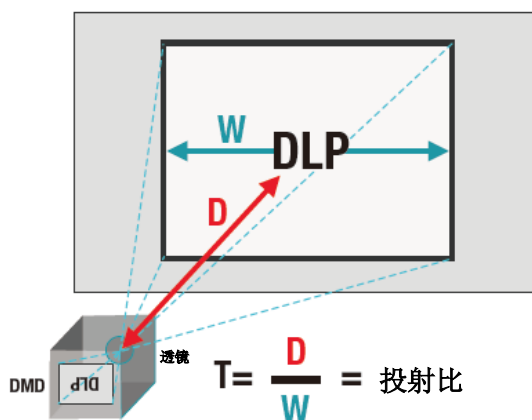

图 7. 投射比
在许多投射应用中，不同的观赏屏幕对应不同的投影机摆放位置，这点非常重要。投影机的投射比决定着投影机必须摆放多远的距离才能获得特定的屏幕尺寸（图 7）。
投影率 (T) 指被投射的图片宽度 (W) 对比透镜到中心屏幕的距离 (D)。如图 7 所示。典型的激光电视应用具有透射率低于 0.4 的超短焦投影光学模块。